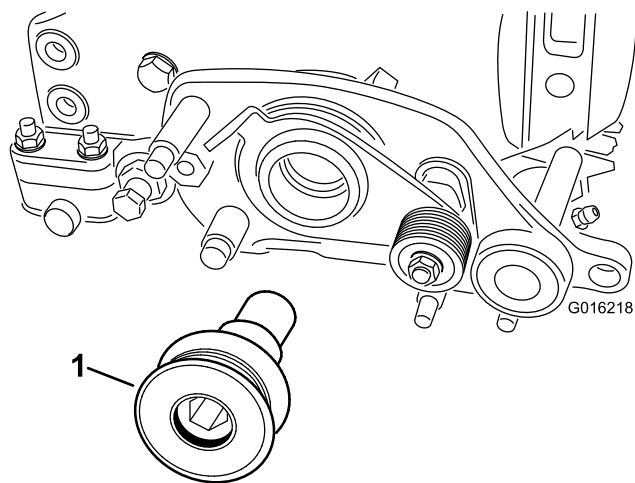

Рисунок 8
19. Закрепите ведущий шкив механической щетки на валу барабана (**Рисунок 8**) и затяните его с моментом 170 Н•м.